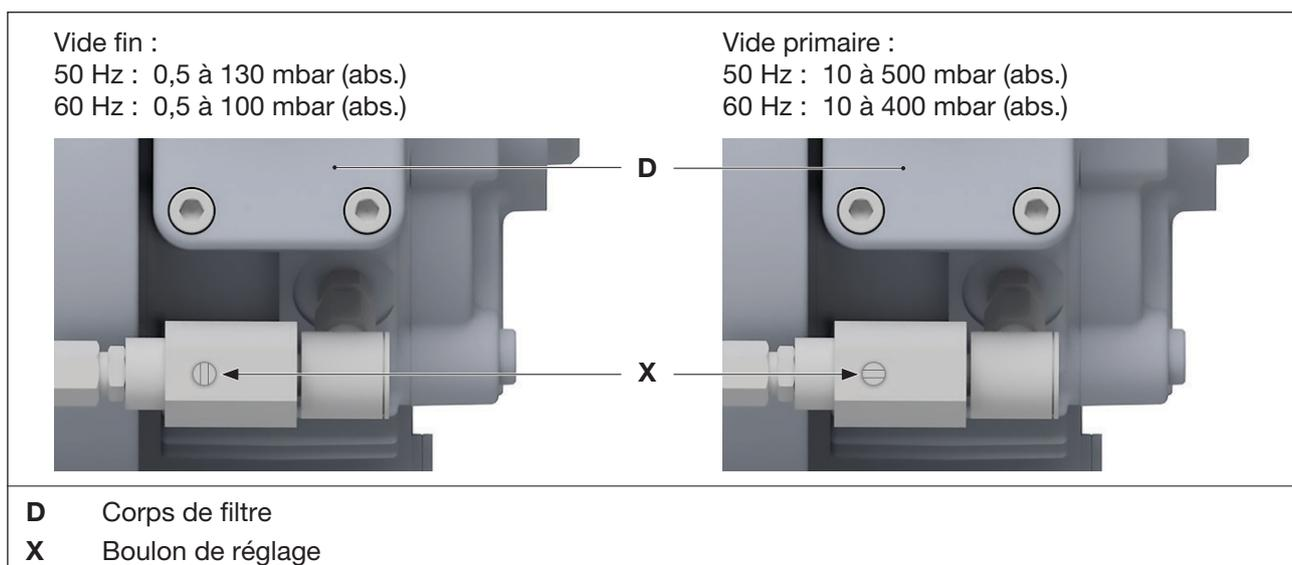

Fig. 5 Réglez la plage de travail sur la variante VCE 25 (09)
- Réglez le boulon de réglage (Fig. 5/X) sur la plage de travail souhaitée à l'aide d'un tournevis. Les positions de vide fin et vide primaire sont illustrées dans la Fig. 5.